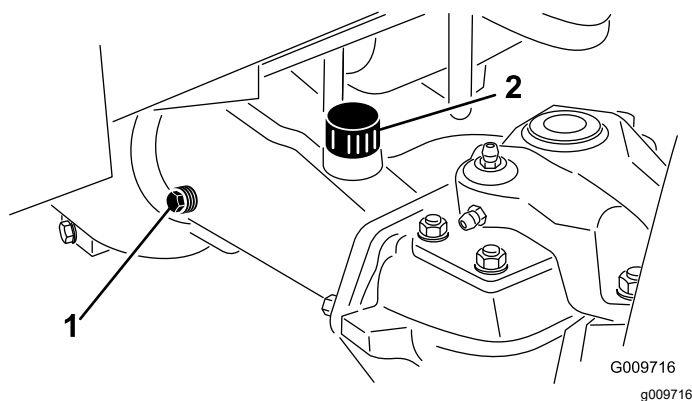

Figura 68
2. Togliete il tappo di controllo da un'estremità del ponte (Figura 68) e verificate che l'olio raggiunga la base del foro. Se il livello è basso, togliete il tappo di riempimento (Figura 68) e rabboccate